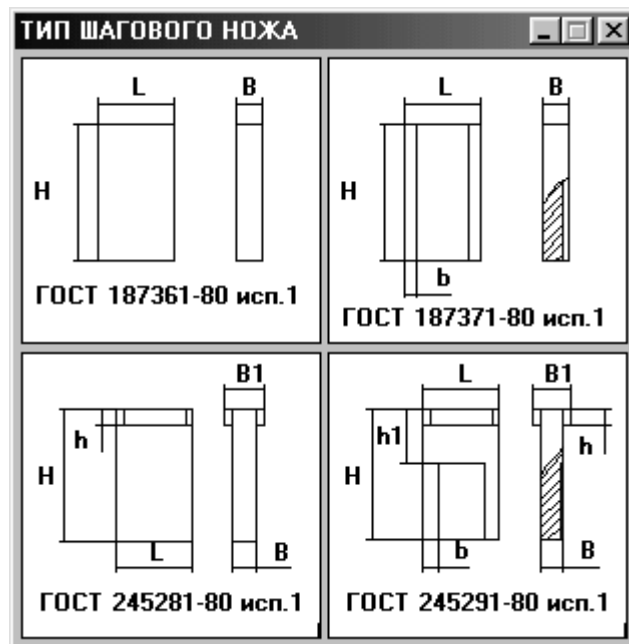

Рисунок 1.31 – Вікно слайдового меню
- виберіть зі слайдового меню (рис. 1.31) тип крокового ножа.